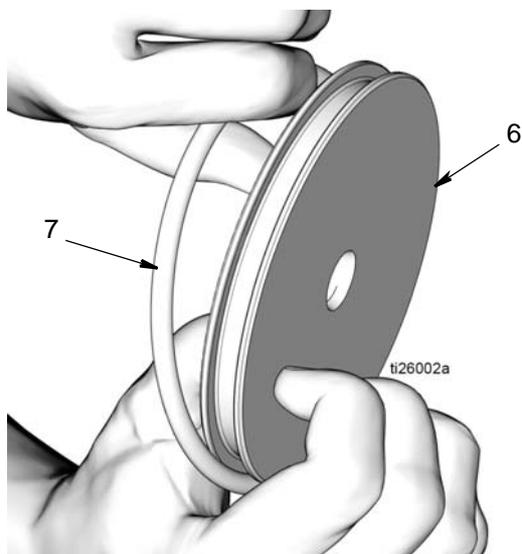

Рис. 21
- d. Извлеките уплотнительное кольцо круглого сечения (7) из поршня (6) (Рис. 21).